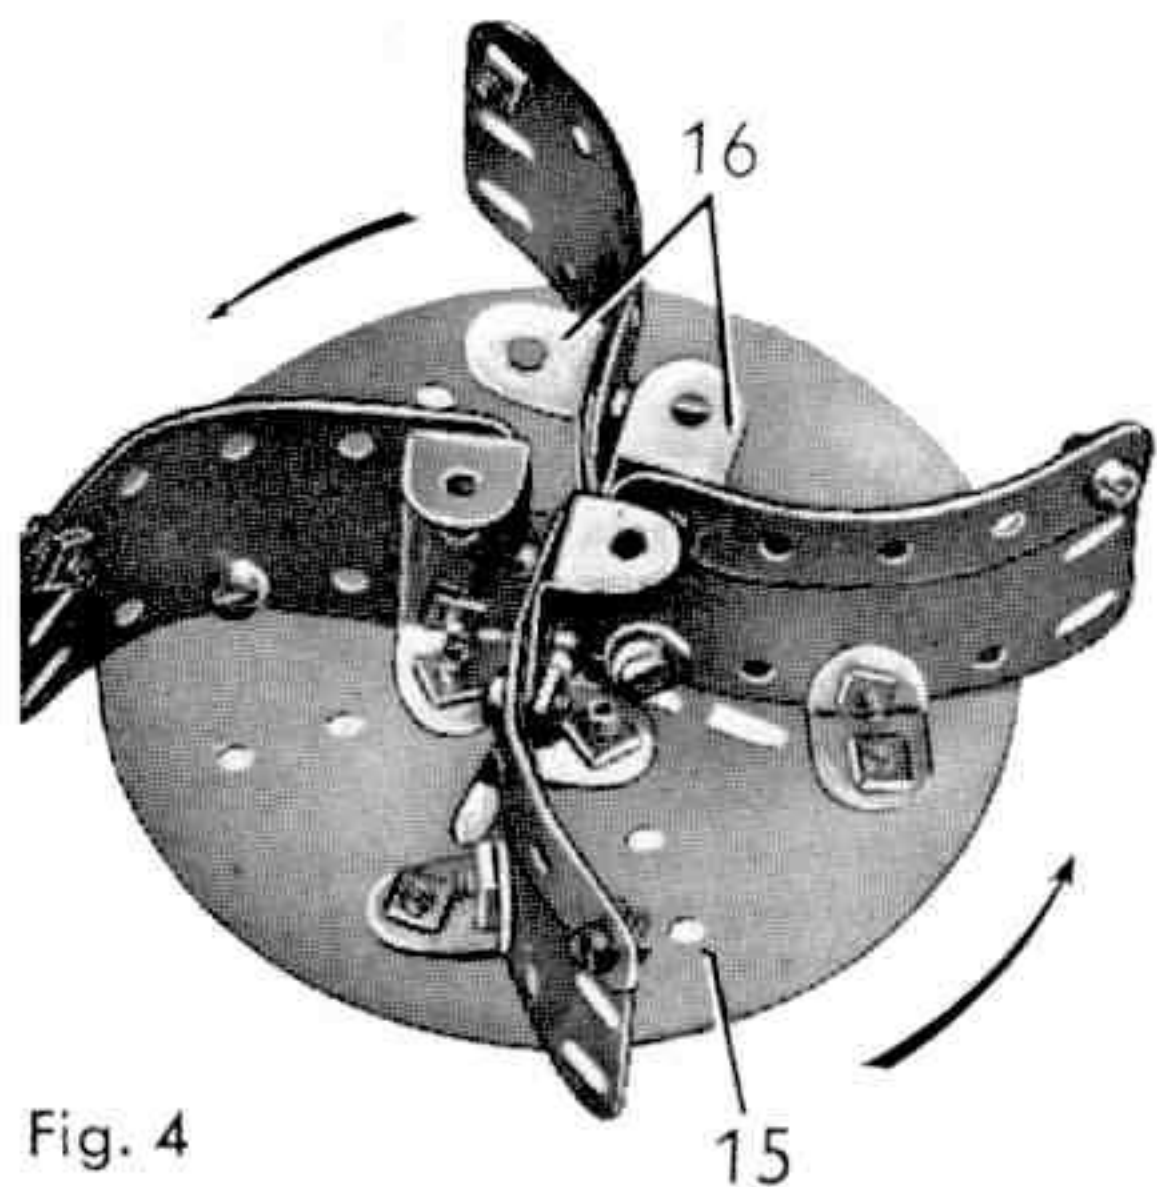

Fig. 4
partie du modèle pour monter la turbine (fig. 4). La turbine se construit sur deux plaques circulaires de 10 cm. (15) qui sont superposées et boulonnées sur une roue barillet. Chaque pale est une plaque flexible de 6×4 cm. bordée par une bande de 5 trous, le tout étant incurvé. Les pales sont fixées sur les plaques (15) par des bandes coudées de 38×12 mm. (16) et des équerres.
blocage sérieux sur l'arbre moteur, de munir de vis d'arrêt les deux trous de la roue barillet. Assurez-vous également du sens de rotation de la turbine. Ce sens est indiqué par les flèches sur la figure 4.